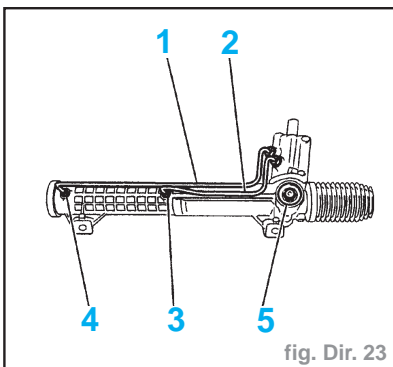

fig. Dir. 23
- Déposer les tuyaux d'alimentation (1) et (2) (fig. Dir. 23).
- Reposer les tuyaux d'alimentation (1) et (2) (fig. Dir. 23).